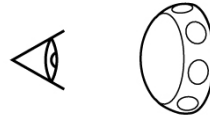

Fig. 35
- Vérifiez qu'il ne présente pas d'éraflures importantes ou profondes (Fig. 35).